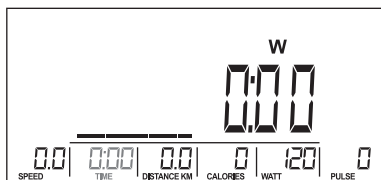

Fig. 21
3. Utilizzare la manopola per impostare il valore del TEMPO (Fig. 21).